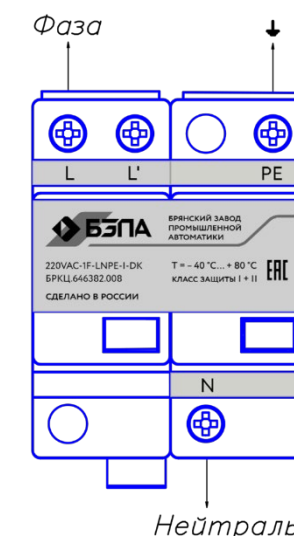

Рисунок 3 – Вводы и выходы УЗИП
1.5.3 Вводы и выходы УЗИП показаны на рис. 3.